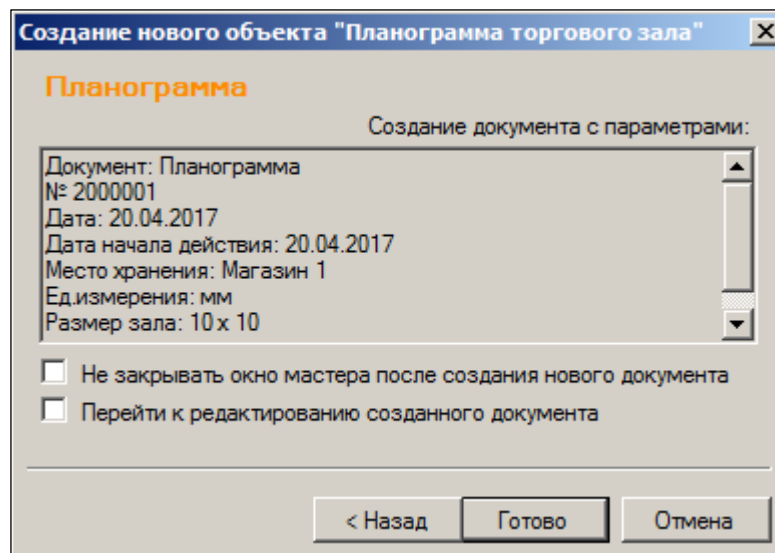

Рисунок 96 – Создание объекта «Планограмма торгового зала» (2)
4. В открывшемся окне нажать кнопку **Готово** (Рисунок 96):